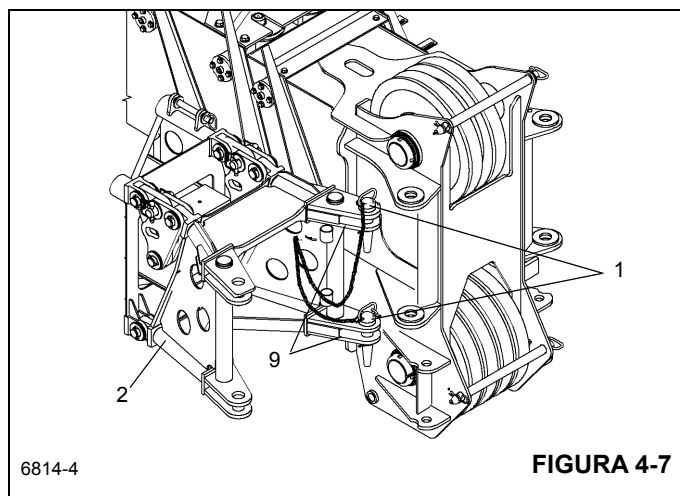
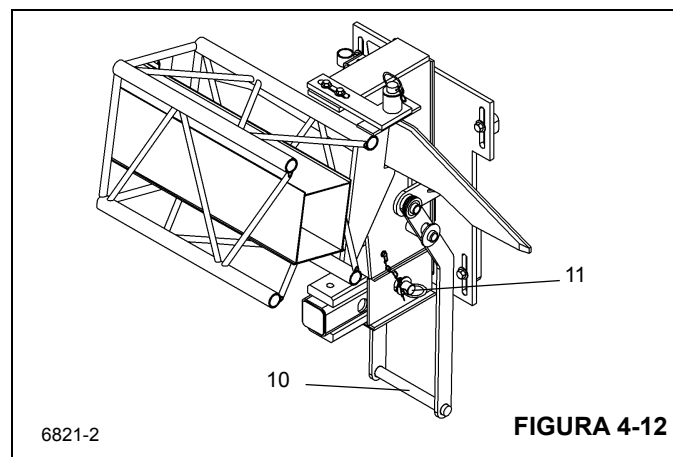

FIGURA 4-7
FIGURA 4-12
4. Saque las pinzas de retención de los pasadores de fijación derechos (1) que están almacenados en la base de la extensión de pluma (2) y saque los pasadores de fijación de la extensión de la pluma. Inserte los pasadores de fijación (1) del lado derecho a través de los adaptadores de fijación de la pluma y de anclaje de la extensión de pluma. Instale las pinzas de retención en los pasadores de fijación. (Figura 4-7)
16. Retire los pasadores de fijación (1) y los pasadores de pinza de los adaptadores de anclaje y de fijación en el lado derecho de la punta de la pluma (Figura 4-7) y almacénelos en la base de la extensión de pluma. Guarde los pasadores de fijación y pinzas del lado izquierdo en el adaptador de fijación exterior de la sección articulada.
17. En la escuadra de almacenamiento trasera, saque el pasador que fija el soporte deslizante en la posición HACIA FUERA. Empuje la manija (10) (Figura 4-12) hacia dentro para empujar la sección articulada contra la parte trasera de la pluma y desenganchar los adaptadores de anclaje de la sección articulada de las orejetas de fijación de la punta de la pluma (9) (Figura 4-7). Instale el pasador de retención (11) (Figura 4-12) que fija el soporte deslizante en la posición HACIA DENTRO.